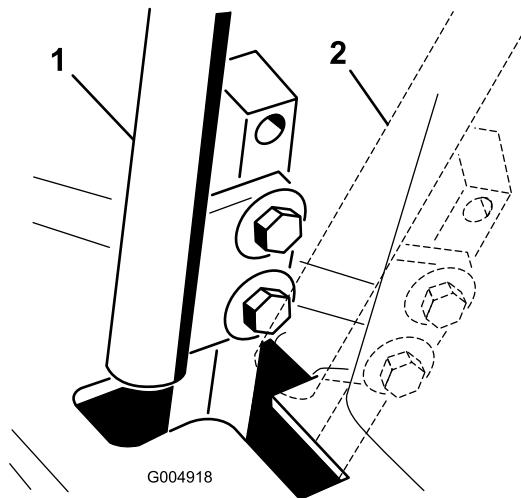

Figura 64
4. Mettete una leva in folle **senza bloccarla** (Figura 64).
6. Controllate dove la leva di comando corrisponde alla tacca nella consolle (Figura 64). Dev'essere al centro, e consentire lo spostamento della leva verso l'esterno, in posizione di bloccaggio in folle.